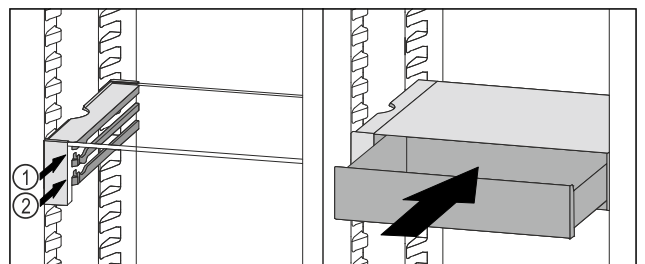

Fig. 70
- VarioSafe-Schubfach hinter den Stoppn auf gewünschter Rippe *Fig. 70 (1)* oder *Fig. 70 (2)* aufsetzen.